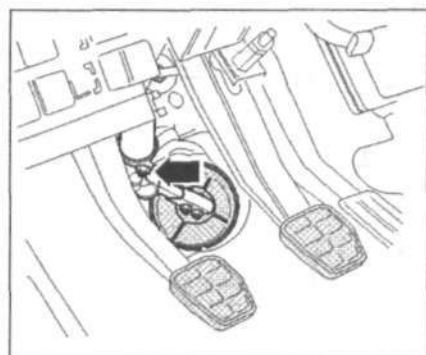

Рис. 10.5. Открутите болт (стрелка).
7. Открутите болт (стрелка) (рис. 10.5). Отсоедините разъем проводки от выключателя на рулевой колонке.